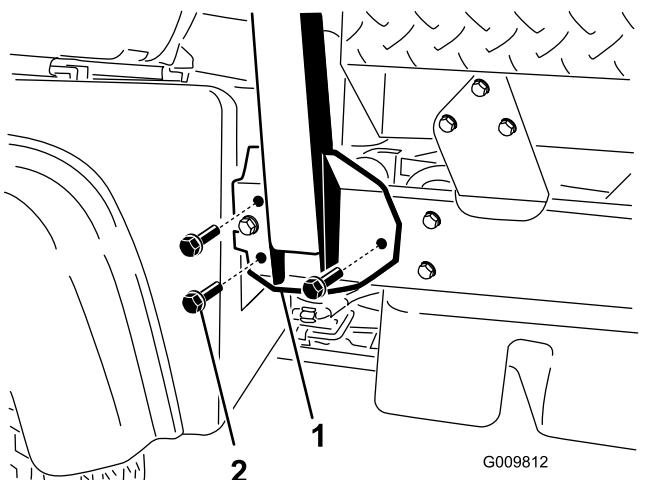

Figure 4
2. Placez chaque côté de l'arceau de sécurité en face des trous de montage de chaque côté du cadre de la machine (Figure 4).
| 3. Fixez le support de l'arceau de sécurité de chaque côté du cadre de la machine au moyen de 3 boulons à embase (½" x 1¼") (Figure 4). | |